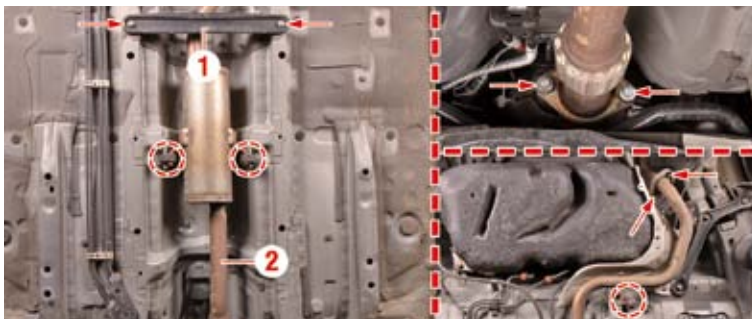

Fig. 32
- Staccare il rinforzo del pianale **(1)** (Fig. 32).